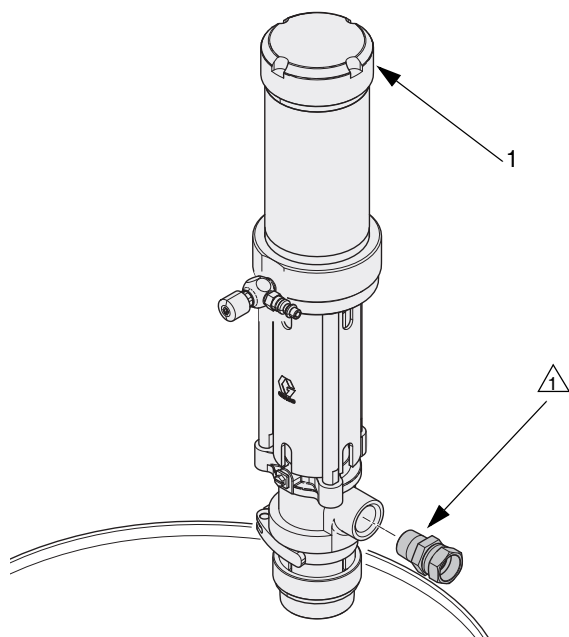

FIG. 5
2. Applicare sigillante per filettature al connettore d'uscita maschio (non incluso) e inserire nell'uscita. Vedere FIG. 5.
3. Usare le etichette (70) fornite per identificare la pompa adatta al proprio materiale. Vedere FIG. 5.